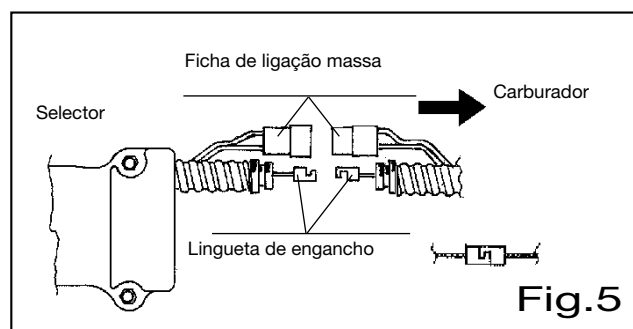

Fig. 5
**Ligação do fio de comando gás para máquinas com transmissão flexível (Fig. 5):** Ancorar dentre si as duas linguetas de engancho e introduzi-las no estojo de engancho dos fios, prestando atenção que o fio do gás lado selector se introduza na adequada fenda do estojo.